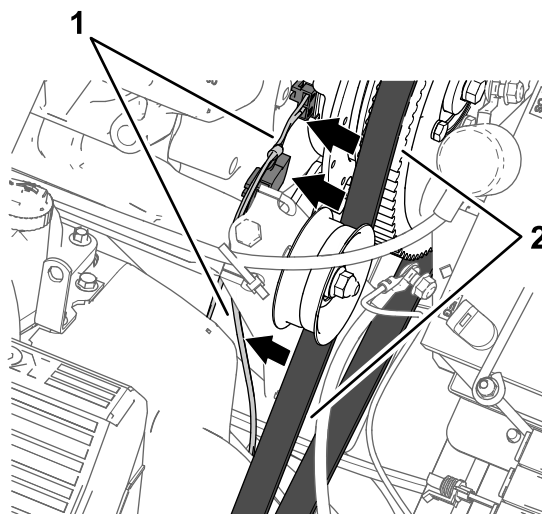

Figura 168
4. Disponete la diramazione del cablaggio preassemblato - 84 cm contro il motore e la pompa di irrorazione, in modo che la diramazione abbia una certa distanza dalla cinghia dell'alternatore (Figura 168).